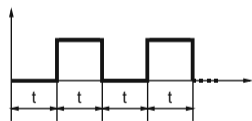

Рис.1
- циклический режим ( - при включении устройства исполнительное реле включается и выключается через установленное время t, рис.1),